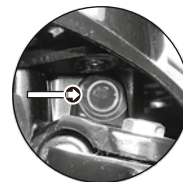

Imagen 21. Nivel del líquido de freno delantero.
2. Revisar que el nivel del líquido de freno del contenedor, no esté por debajo de la marca mínima. El nivel del líquido de freno siempre debe estar por arriba de la marca mínima del contenedor (ver imagen 21).